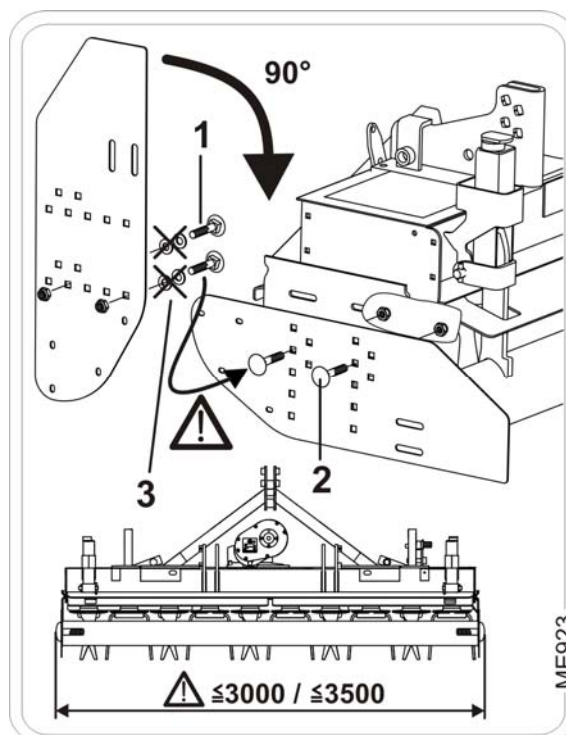

Fig. 78
1. Løsne flathodeskruene (Fig. 78/1).
3. Sett flathodeskruen (Fig. 78/2) fra utsiden inn i sideplaten og skru på sideplaten.
Ikke bruk skivene (Fig. 78/3).